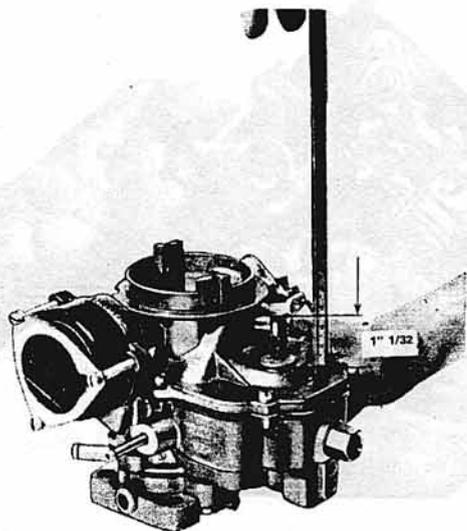

Fig. 14. - Medición del recorrido de la bomba de aceleración.
- Cierre bien ajustada la mariposa de aceleración. Luego mida la distancia entre la parte superior de la tapa principal o de cuba hasta el extremo del vástago de pistón de la bomba de aceleración. (Ver Fig. 14). Esta distancia deberá tener un valor de 26 mm (1 1/32").